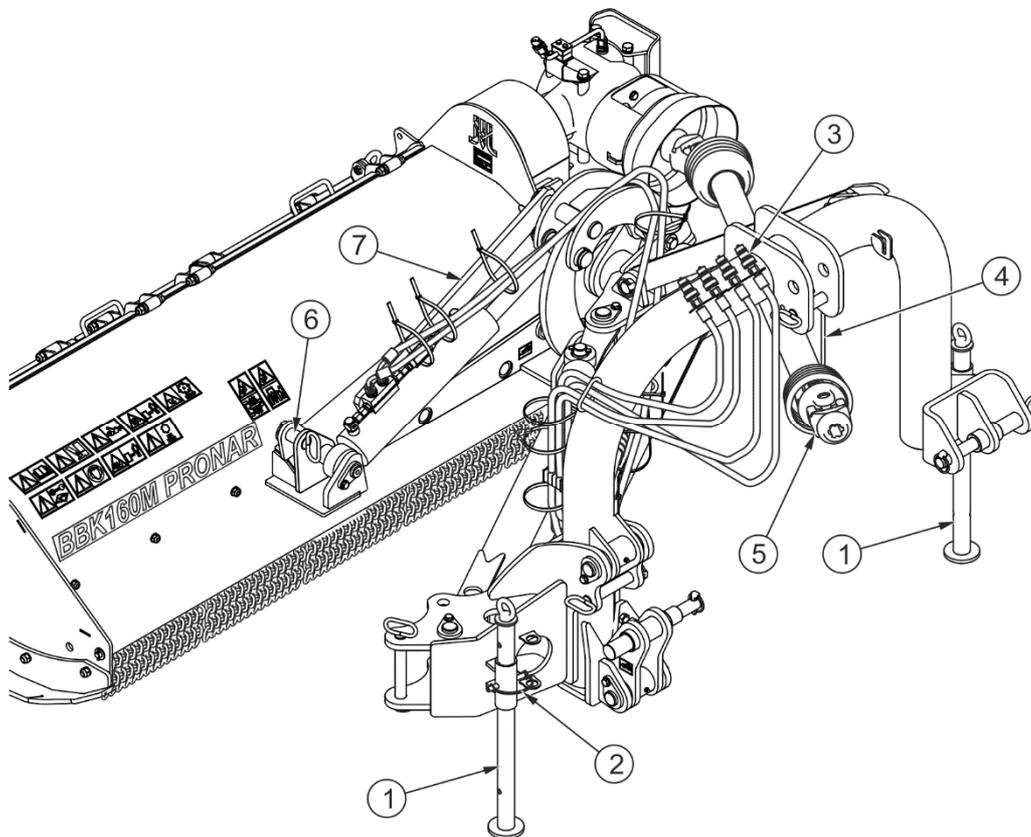

FIGURE 4.8 Déconnexion de la faucheuse du tracteur
Pour déconnecter la faucheuse du tracteur (FIGURE 4.8) effectuer les opérations suivantes:
- retirer la broche (6) et libérer le blocage du vérin (7), mettre la faucheuse en position horizontale et la placer sur le sol,
- retirer la goupille (2), abaisser la béquille (1) i et bloquer de nouveau avec la goupille (2),
- retirer du tracteur les fiches (3) du câblage hydraulique et les placer dans les supports spéciaux sur le châssis de la faucheuse,
- déconnecter de la prise de force du tracteur l'arbre télescopique articulé (5) et le placer sur le support (4),
Après le dès attelage du tracteur, la faucheuse doit reposer sur le support (1) (FIGURE 4.8) et sur l'arbre de copiage